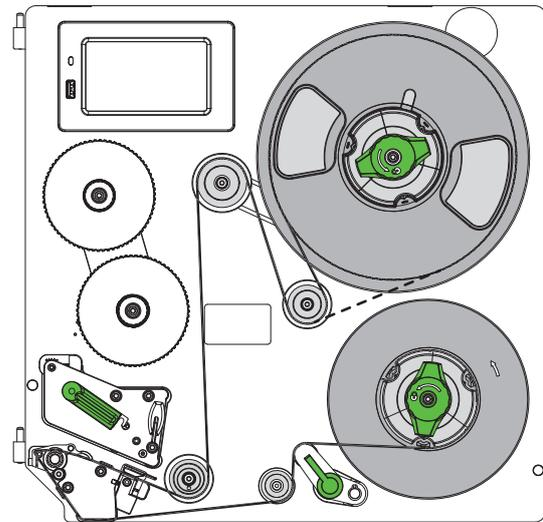

Bild 13 Etikettenlauf
1. Hebel (4) gegen den Uhrzeigersinn drehen, um den Druckkopf (2) anzuheben.
3. Etikettenstreifen (5) gemäß Bild 13 zur Druckeinheit führen. Die gestrichelte Linie gilt für innengewickelte Etiketten.
4. Etikettenstreifen durch die Etikettenlichtschranke (3) bis zur Spendeplatte (1) einlegen und bis zum Anschlag an der Montagewand schieben. Die Druckseite der Etiketten muss von oben zu sehen sein.
5. Etiketten so weit über die Spendeplatte (1) hinauschieben, dass der Streifen über das Zugsystem bis zum internen Aufwickler reicht. Etiketten vom über die Spendeplatte hinausragenden Trägermaterial entfernen.